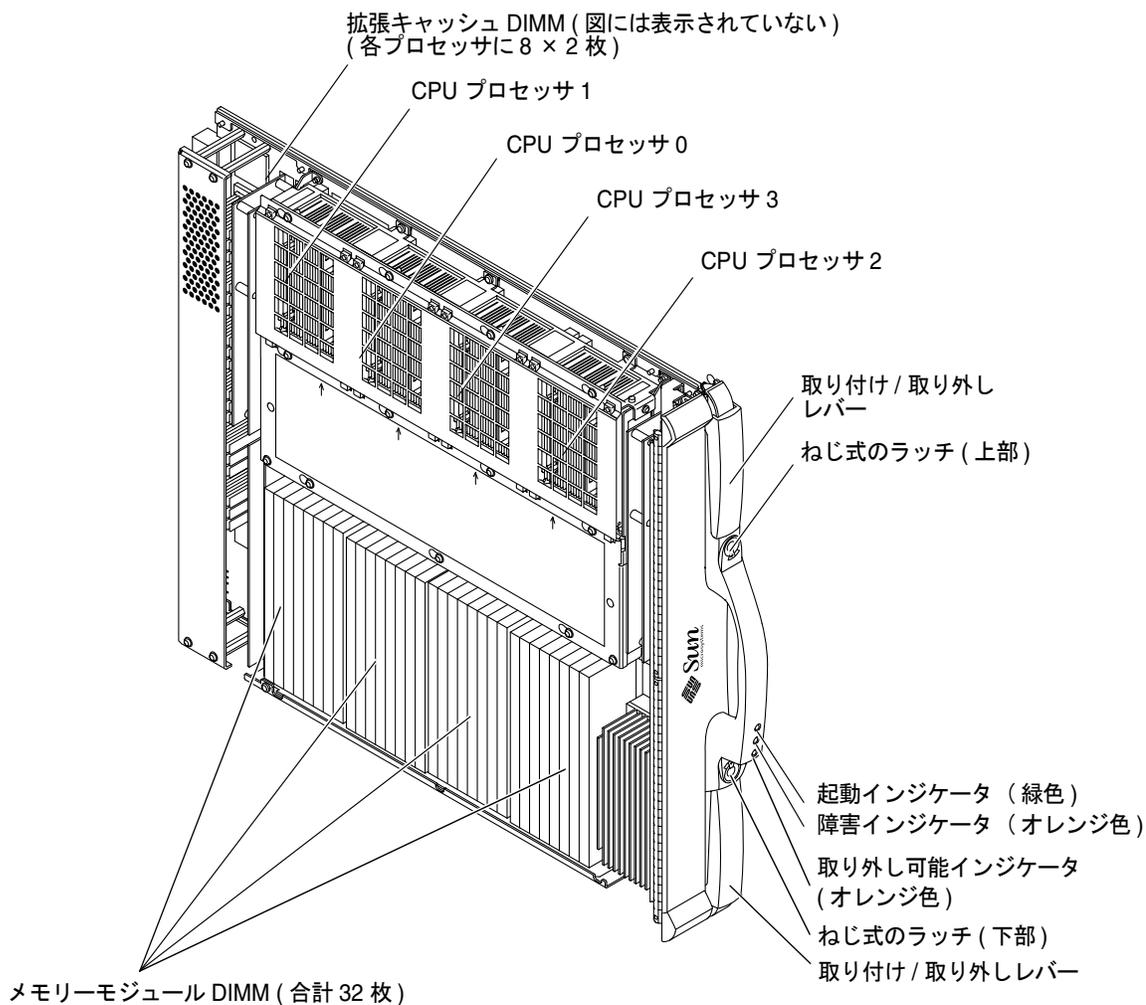

図 2-12 CPU ボードのコンポーネント
2. プラスのねじ回し (Phillips の 1 番) を上部および下部のねじ式のラッチに挿入し、反時計方向に回してレバーを外し、ボードキャリアの 2 つの取り付け / 取り外しレバーを同時に操作します (図 2-12)。
CPU ボードのコンポーネントの詳細は、図 2-12 を参照してください。